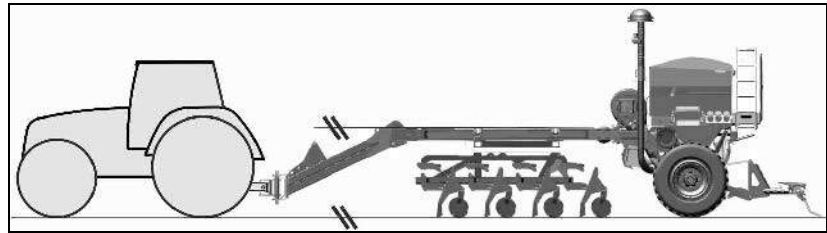

Рис. 114
2. Открыть запорные краны (Рис. 114/1,2).
4. Снимите планки безопасности (Рис. 114/3).